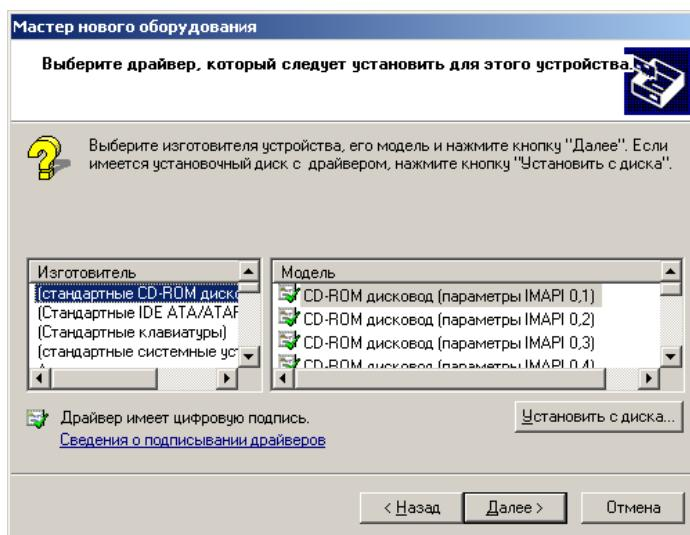

Рис.13. Список драйверов системы
6) Выбрать строку "**Показать все устройства**" в списке типов оборудования и нажать кнопку "**Далее**". Появится страница списка драйверов системы (рис.13).